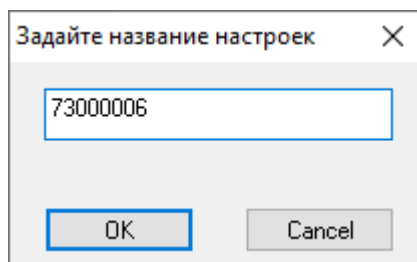

Рисунок 37 – Диалогового окно ввода названия файла с настройками
- 3) в появившемся диалоговом окне ввести название файла с настройками (рисунок 37).